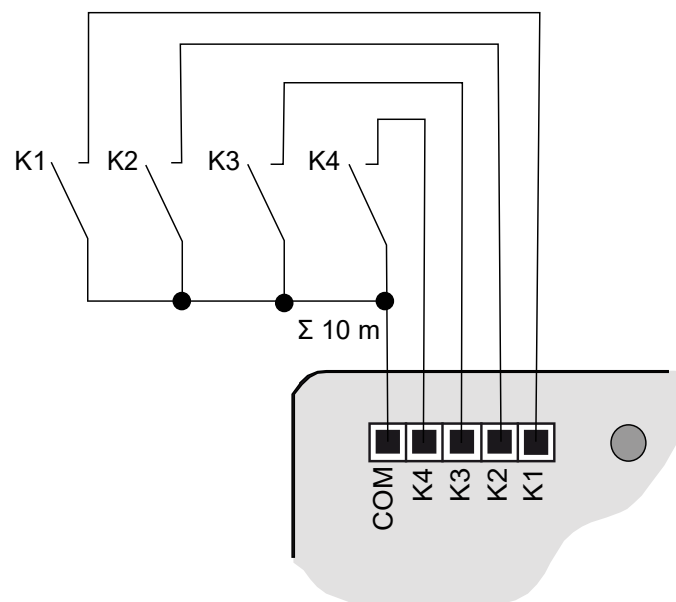

Bild 3: Anslutningsexempel 4-kanals
- Anslut knappar eller kontakter enligt anslutningsexemplen med de bifogade anslutningsledningarna (4) (se bild 3).